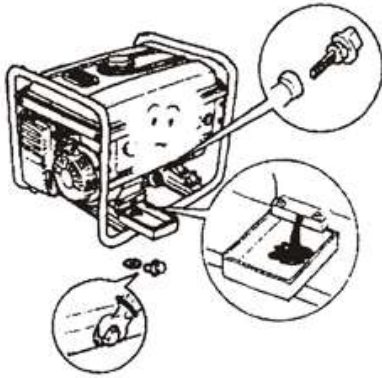

Рис. 37
7.1.1 Відкрутіть і витягніть масляний щуп (Рис. 37).